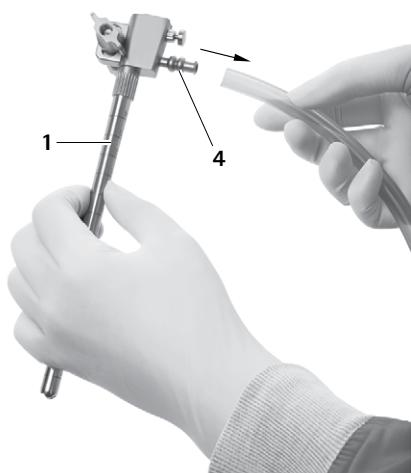

Fig. 12
- ▶ Rimuovere il tubo flessibile dall'attacco di irrigazione 4, vedere Fig. 12.